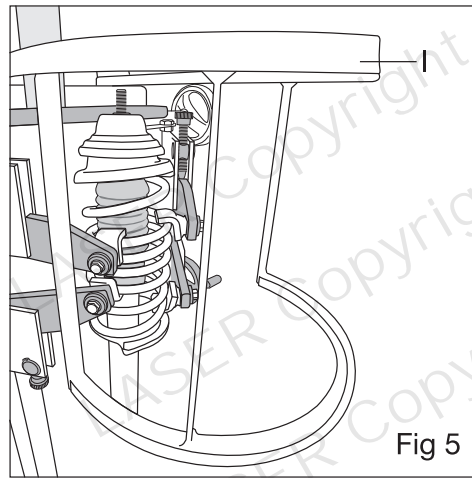

Fig 5
- Immer darauf achten, dass bei der Demontage der Feder vom Federbein und bei der erneuten Montage die Schutzvorrichtung (**I** in **Abb. 5**) an Ort und Stelle sitzt.
- Siehe Diagramme, **Abb. 2, 3, 4** und **5**. Wenn die Baugruppe Federbein/Feder aus dem Fahrzeug entfernt ist, Sperrhebel nach unten ziehen und Schutzvorrichtung des Federspanners (**I** in **Abb. 5**) in die OBERE Stellung bringen. Danach Baugruppe Federbein/Feder hinhalten und eine untere Federwindung am unteren hinteren Federsicherungshaken (**E2** in **Abb. 2**) fixieren.